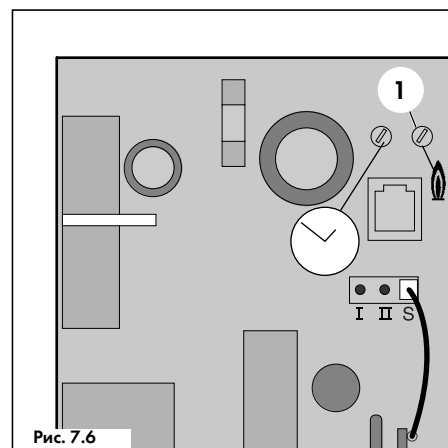

Рис. 7.6
- Повернуть отвёрткой потенциометр установки частичной мощности в режиме отопления (1, рис. 7.6) против часовой стрелки до упора;
- Медленно вращать потенциометр установки частичной мощности в режиме отопления (1, рис. 7.6) по часовой стрелке, наблюдая показания U-образного манометра;